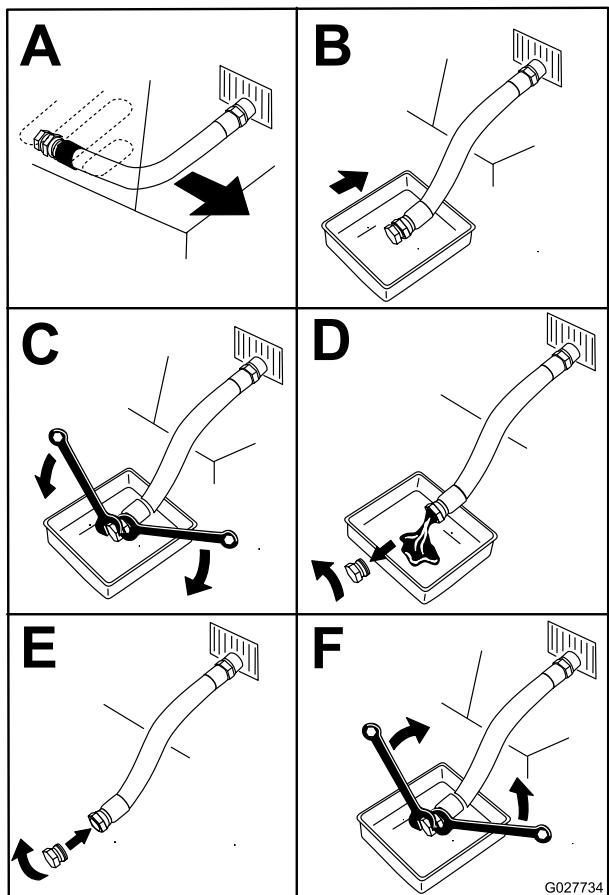

Figure 58
- Vidangez l'huile moteur (Figure 58).